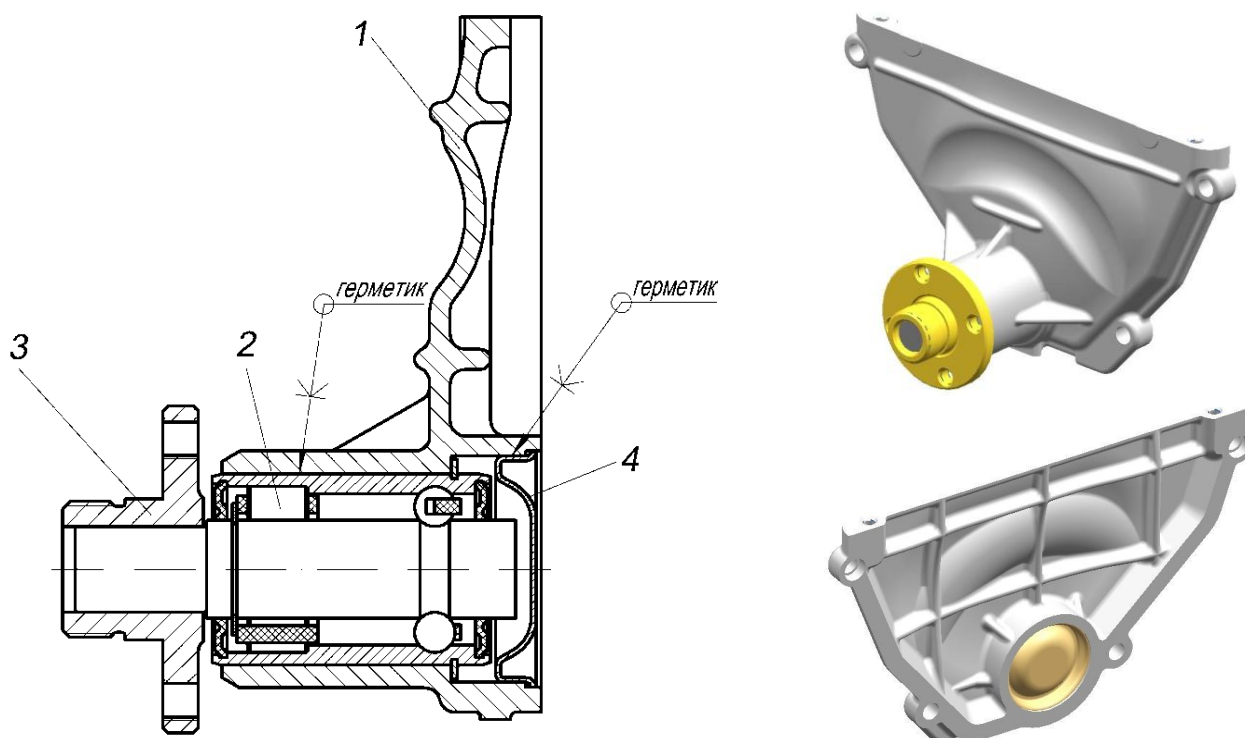

Рис.42. Опора вентилятора:
**Опора вентилятора** (рис.42) – объединена с передней крышкой головки цилиндров. В передней крышке 1 головки цилиндров, отлитой из алюминиевого сплава, установлен на анаэробном герметике комбинированный специальный подшипник 2 с двухсторонним уплотнением, на валик которого напрессована ступица 3 крепления шкива вентилятора. Подшипник заполнен смазкой на заводе-изготовителе и в процессе эксплуатации добавления смазки не требуется. Со стороны головки цилиндров подшипник закрыт крышкой 4, установленной на анаэробном герметике.